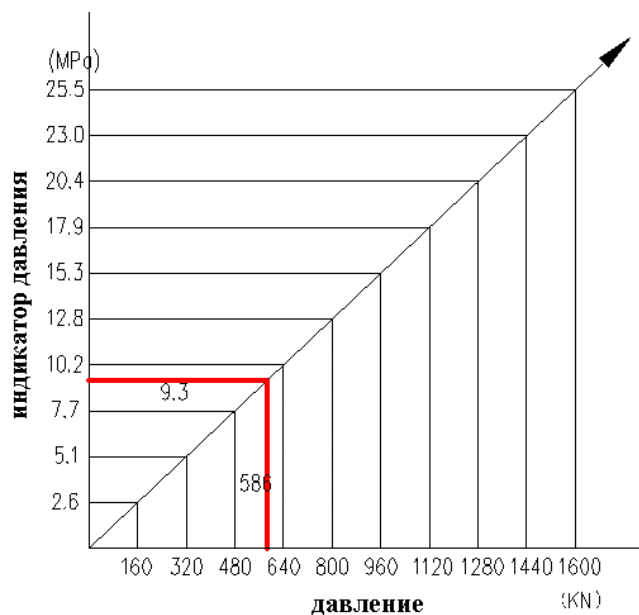

Рис. 8 Схема сгибающего усилия и гидравлического давления системы
- Сгибающее усилие, представленное в таблице, получено при длине плиты (L) = 1 м. Если плита длиннее 1 метра, данное числовое значение должно быть умножено. Например: при использовании плиты из углеродистой конструкционной стали V = 20 мм, толщина гибочной плиты в отверстии нижнего штампа равна 3 мм, а длина 2 мм. Мы можем найти значение P 293 кН/м в таблице выше, сгибающее усилие для данной заготовки должно быть $P = 293 \text{ кН/м} * 2 \text{ м} = 586 \text{ кН}$. По Рис. 8 мы можем определить, что при сгибающем усилии 586 кН давление гидравлической системы $P = 9.3\text{МПа}$.